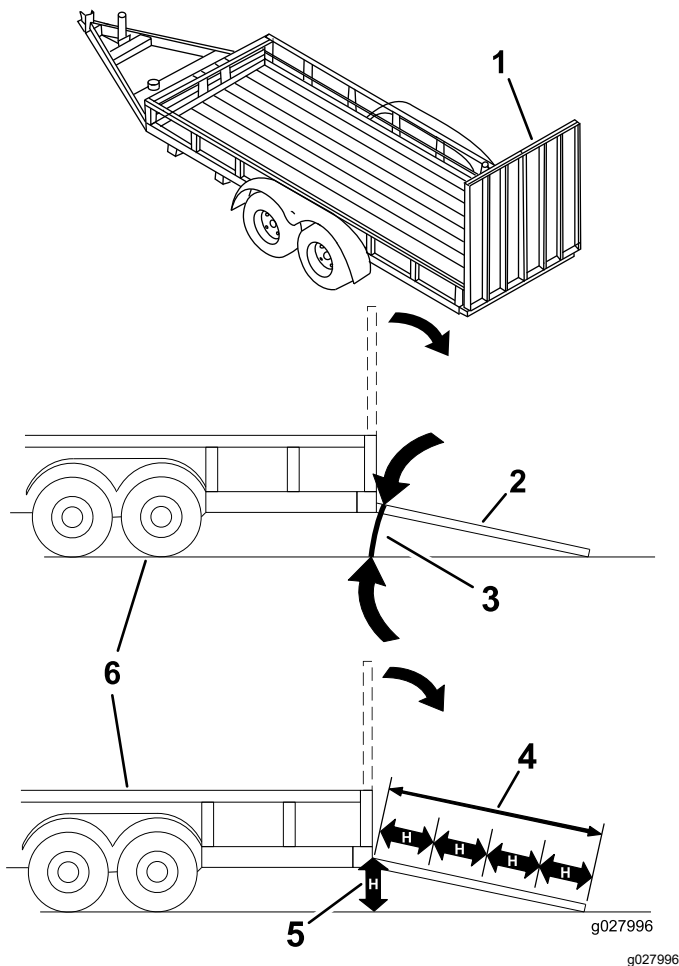

Bild 34
Das Laden einer Maschine auf einen Anhänger oder einen Lastwagen erhöht die Umkipppgefahr und könnte schwere oder tödliche Verletzungen verursachen (Bild 34).
1. Senken Sie die Rampe ab und stellen Sie sicher, dass der Winkel zwischen der Rampe und dem Boden höchstens 15 Grad beträgt (Bild 34).